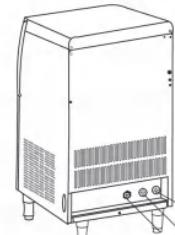

图 3
2) 如图3所示，将附件中的白色进水软管与制冰机后部的进水接口连接，确认进水管接头已拧紧，以避免接头漏水；排水管可根据场地要求切断为合适的长度。